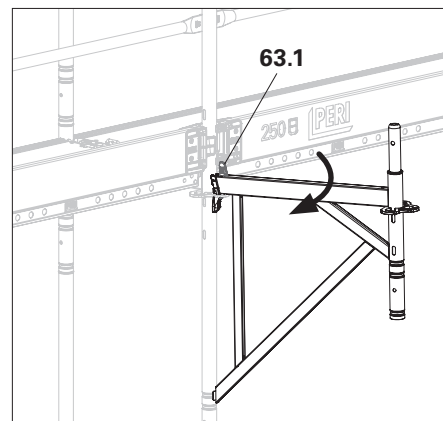

Bild A6.04a
2. Håll upp kil (63.1), sväng konsol utåt. Halvskålen (63.2) måste ligga an vertikallröret. (Bild A6.04a)